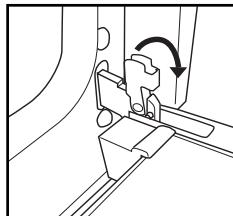

Fig. 1
- Levante os dois trincos e empurre-os o mais possível para a frente (Fig. 1).